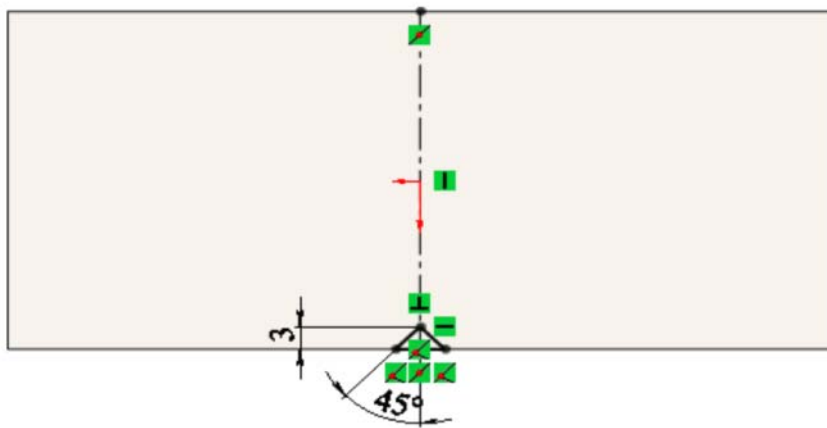

Рис. 2.54. Эскиз на верхней плоскости детали
2. На верхней плоскости детали (рис. 2.54)